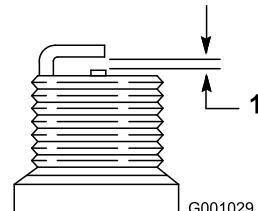

Рисунок 53
- На новой свече установите зазор между электродами, равный 0,76 мм (Рисунок 53).